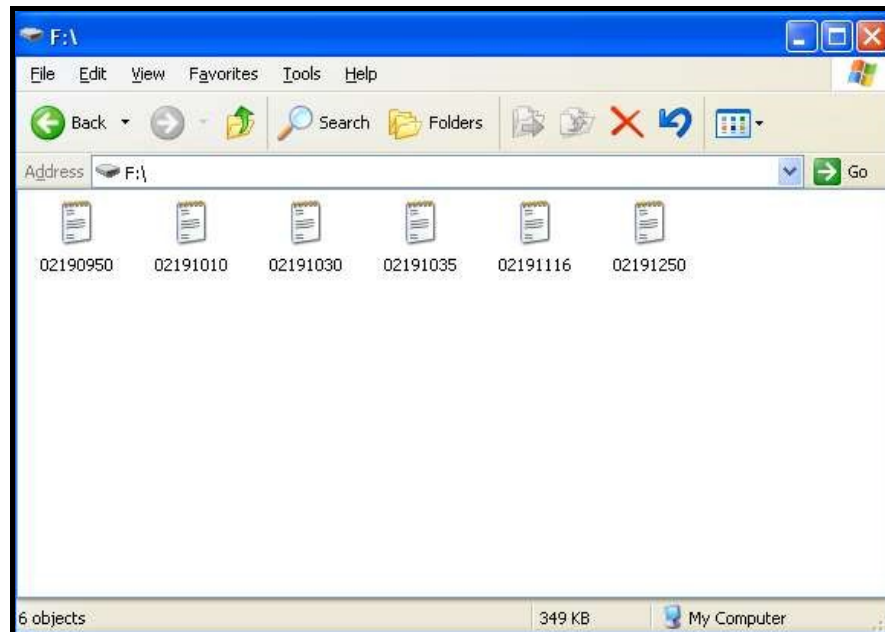

Abbildung 58: Liste von Protokolldateien
2. Klicken Sie auf Wechseldatenträger. Ein Bildschirm ähnlich Abbildung 58 auf Seite 71 wird angezeigt.